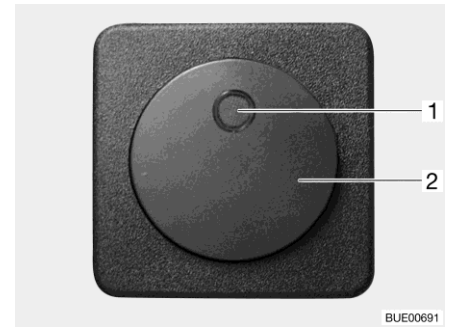

Fig. 221 Interruptor para calentamiento eléctrico del piso
- Presionar el interruptor basculante (Fig. 221,2). La luz de control del interruptor (Fig. 221,1) se enciende.
- Presionar el interruptor basculante (Fig. 221,2). La luz de control (Fig. 221,1) del interruptor se apaga.